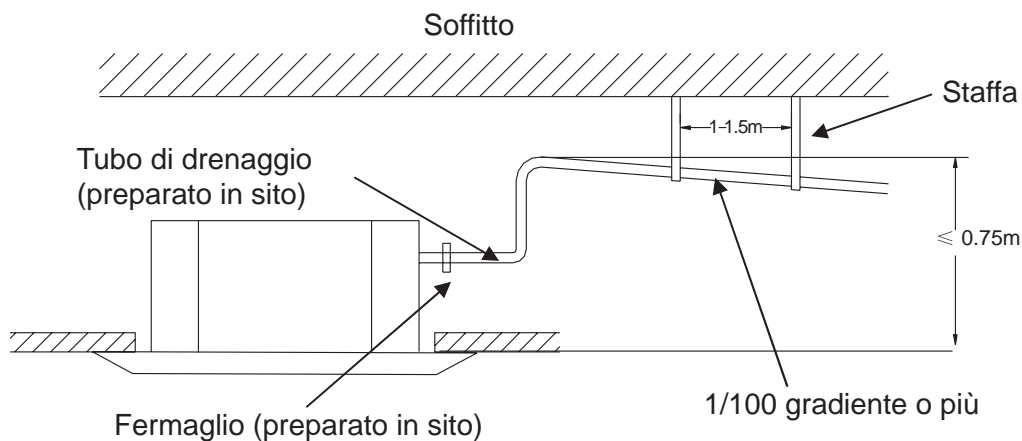

Fig.13
1. Non sollevare il tubo di drenaggio di più di 0.75m per evitare il rischio di eventuali fuoriuscite d'acqua. (Fig.13)
2. Assicurare una pendenza del tubo di drenaggio (non meno di 1/100) e che l'acqua non resti intrappolata (Fig.13).
3. Per sostenere il tubo di drenaggio, intervallare supporti ogni 1-1,5 m (Fig.13)